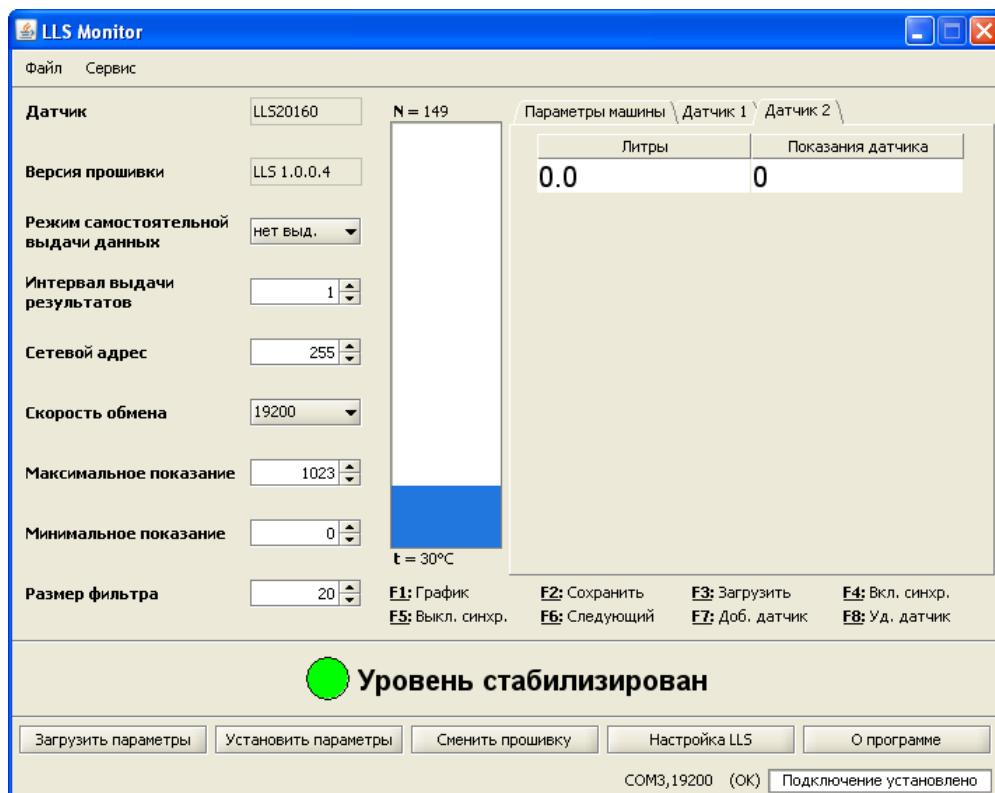

Рисунок 36
4) Добавить шаблон тарировочной таблицы для второго изделия. Нажать кнопку «F7». Откроется окно (Рисунок 36), во вкладках «Датчик 1» и «Датчик 2» которого находятся шаблоны тарировочных таблиц для двух изделий.
12) Открыть вкладку «Датчик 2» (Рисунок 36). В столбце «Литры», указать объем топлива соответствующий первой контрольной точке (Рисунок 35), в столбце